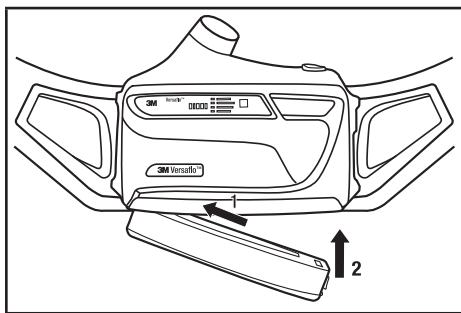

Fig. 10 – Instalación de la batería
Para instalar una batería cargada, sostenga la unidad de modo que la cubierta del filtro quede mirando hacia usted (Fig. 10).
- Enganche el extremo abisagrado de la batería en su soporte en la parte inferior de la unidad (Fig. 10, paso 1).
- Empuje el lado del sujetador de la batería en el motor/ventilador hasta que el sujetador quede bien enganchado y se escuche un clic (Fig. 10, paso 2).